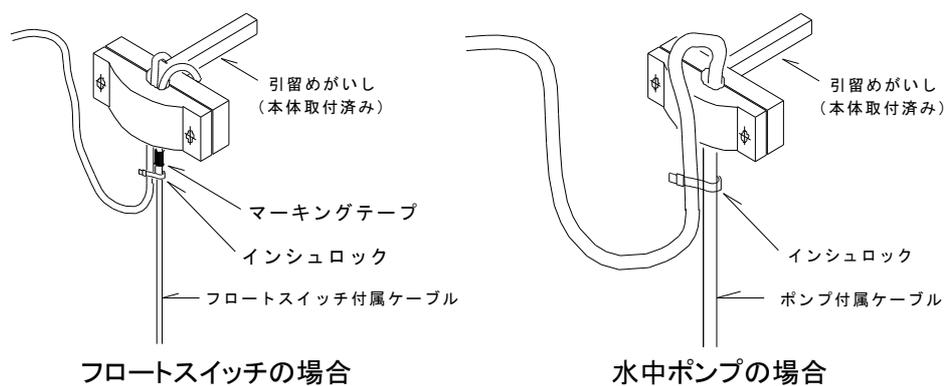

図 14 ケーブルの固定方法
- ・図 14,15 のように、ケーブルの固定は槽内の引留めがいしで十分に固定してください。ケーブルをがいしの中へ通し、がいしを閉じた後、滑り落ち防止のためケーブルとケーブルとをインシュロックで固定します。